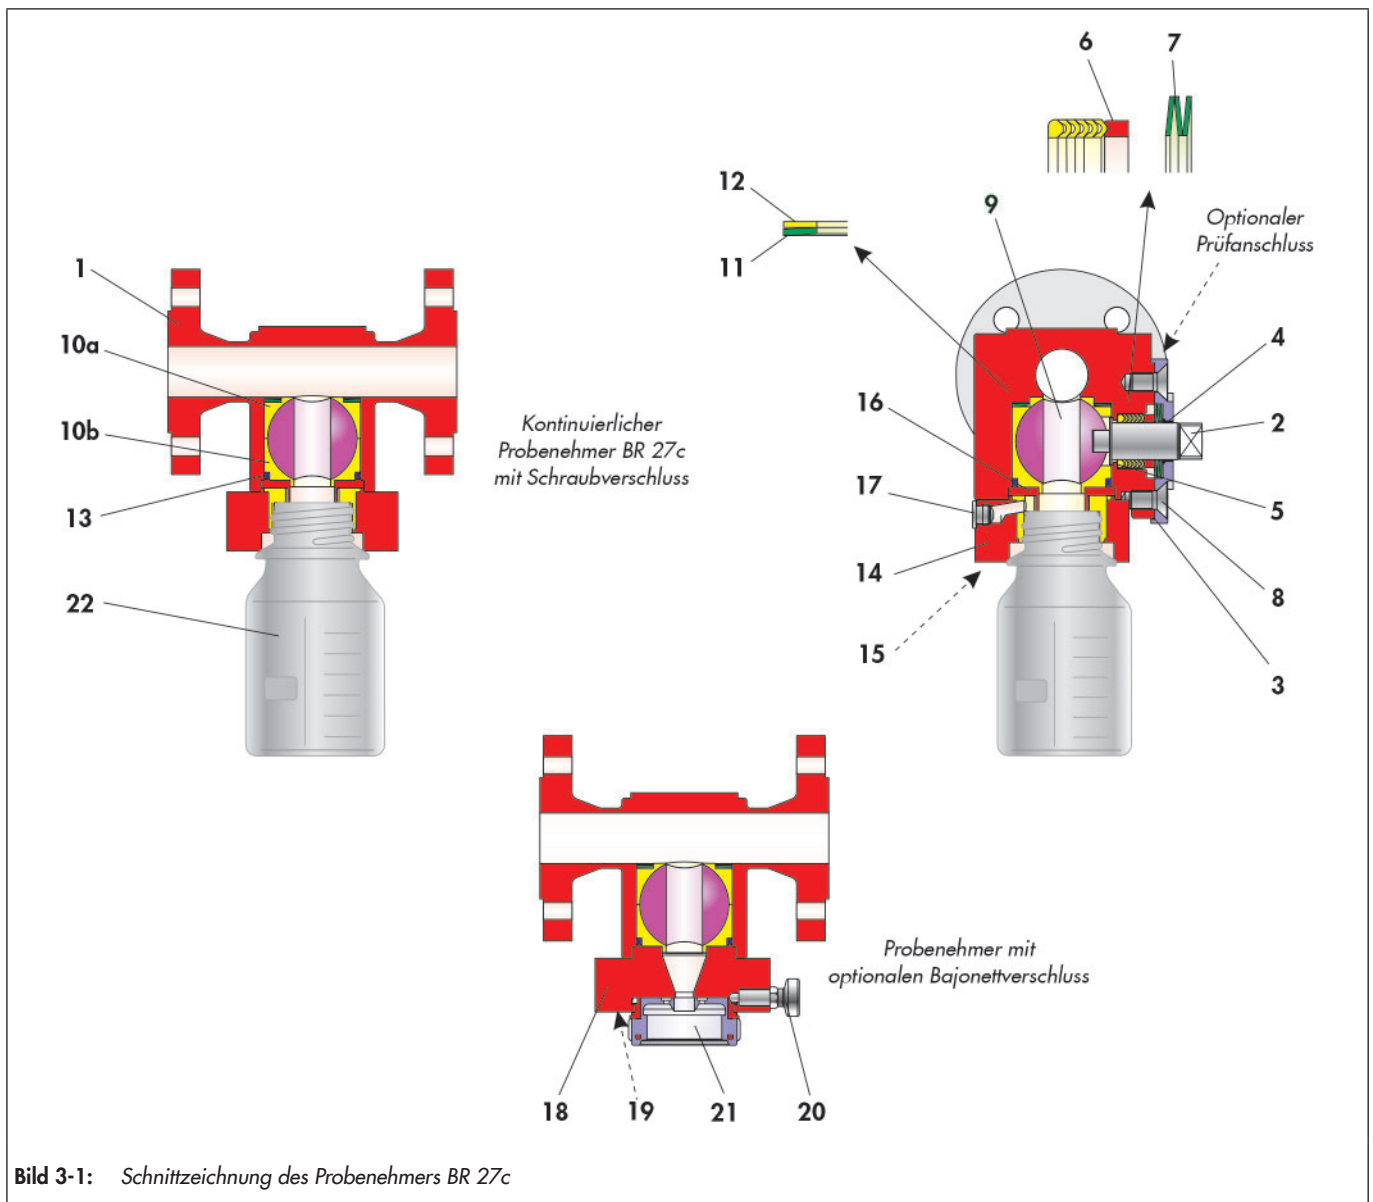

Bild 3-1: Schnitzzeichnung des Probenehmers BR 27c
Die in Bild 3-1 dargestellte Lage und Anordnung der Einzelteile ist bei der Montage einzuhalten.
- ⇒ Grundgehäuse (1) mit dem Dichtbereich der Entnahmekugel nach oben in einen Schraubstock einspannen, so dass dieser zur Montage gut erreichbar ist.
- ⇒ Dichtscheibe (12) und Tellerfeder (11) in das Gehäuse einlegen. Lage der Tellerfeder, vgl. Bild 3-1.
- ⇒ Lagerbuchse (5), zur späteren Lagerung der Welle, in die dafür vorgesehene Stelle der Wellendurchführung eindrücken.
- ⇒ Schaltwelle (2) durch die montierte Lagerbuchse (5) in die Wellendurchführung einführen.
- ⇒ Entnahmekugel (9) mit dem Schlitz auf die Schaltwelle (2) schieben.
- ⇒ O-Ring (13) in Sitzring (10b) einlegen.
- ⇒ PTFE-Dachmanschettenpackung (6) in der Reihenfolge PTFE-Grundring, PTFE-V-Ringe und Stahl-V-Ring zusammen in die Gehäusebohrung einfügen. Lage der Dachmanschetten, vgl. Bild 3-1.
- ⇒ Tellerfedersatz (7) einbringen. Lage der Tellerfedern, vgl. Bild 3-1.
- ⇒ Lagerbuchse (4) in den Stopfbuchsflansch (3) eindrücken.
- ⇒ Schrauben (8) einfetten.